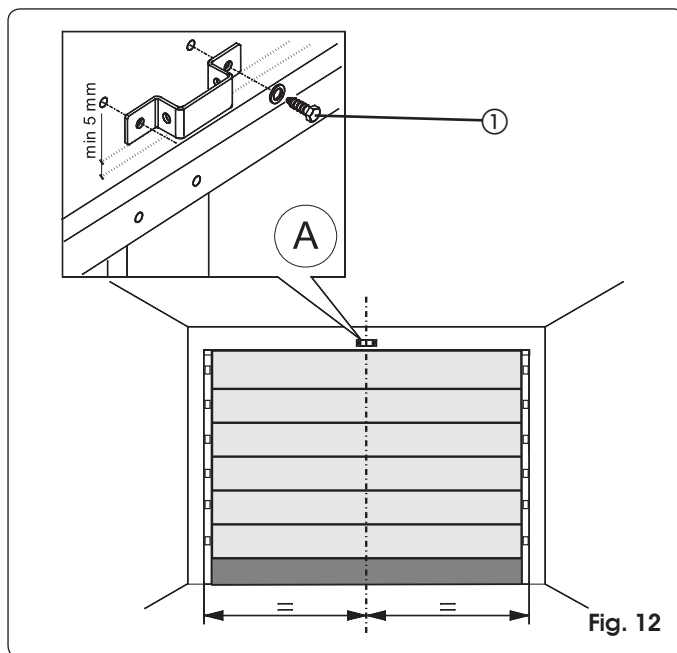

Fig. 12
- 1) Tracciare sull'architrave una linea corrispondente alla mezzera verticale della porta (Fig. 12).
- 3) Posizionare la staffa di fissaggio dell'attacco anteriore con il bordo inferiore almeno 5 mm al di sopra del punto di intersezione delle linee e centrato con la linea verticale (Fig. 12). Fare riferimento anche al paragrafo 7.2. per il corretto posizionamento della staffa rispetto al punto di attacco sulla porta.
- 5) Procedere alla foratura ed al montaggio, tramite le viti (rif. ① Fig. 12) **NON** fornite a corredo.